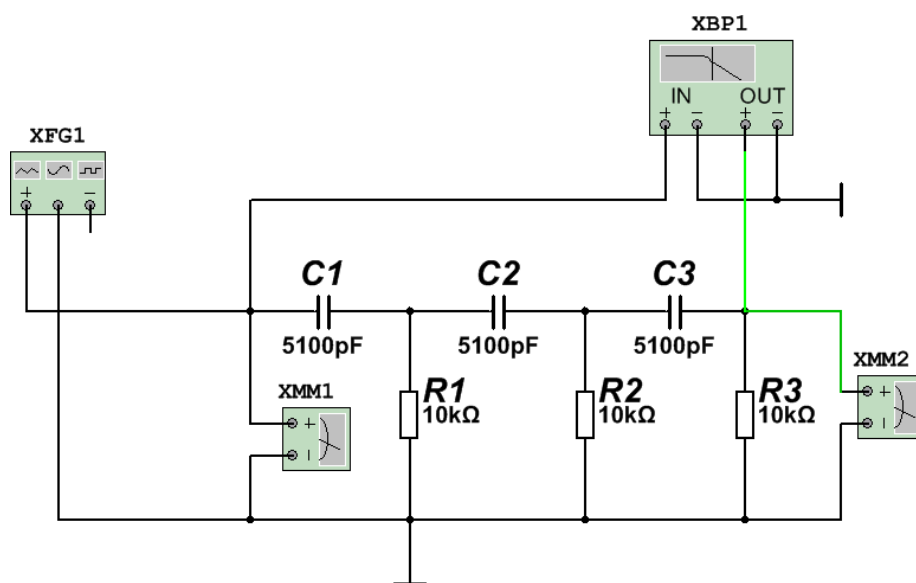

Рисунок 1
1.1.1. Откройте и зарисуйте макетную схему исследования RC – цепочки (рис.1)